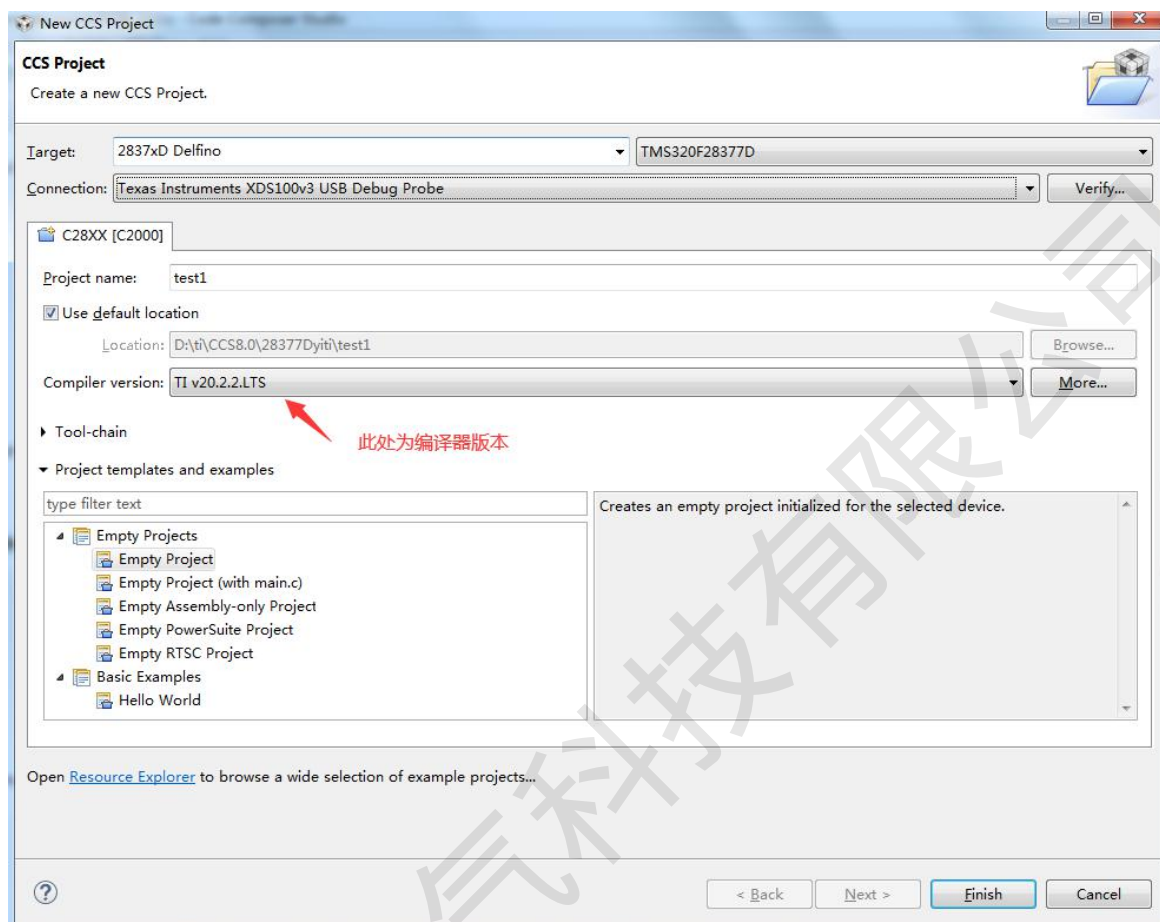

图 3-1-2
② 如图 3-1-2 所示, 在“Project Name (项目名称)”字段中, 键入新项目的名称。若选中“Use default location (使用默认位置)”选项(默认启用), 将会在工作区文件夹中创建项目。取消选中该选项可以选择一个新位置(使用“Browse... (浏览...)”按钮)。此处将项目命名为“test1”。
③ 在“Target”菜单中选择要使用的芯片类型, 选择2837xD